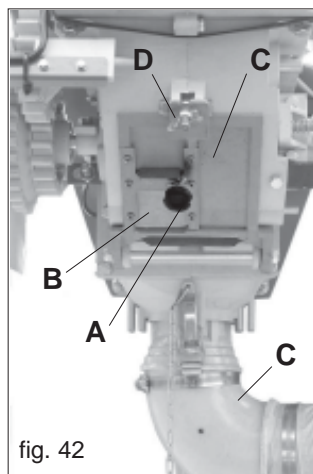
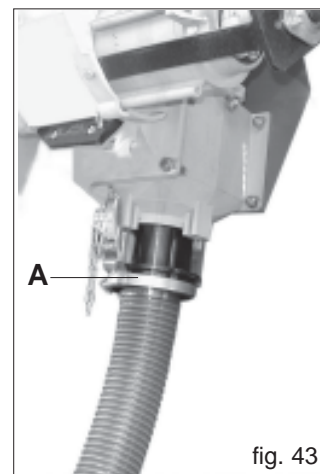

fig. 42
fig. 43
- a) placer un sac ou un bac sous la porte de déchargement de l'appareil doseur. Puis, dévisser la poignée (A Fig. 42) pour décharger le contenu de la trémie par le portillon (B). Enfin, ouvrir la porte de déchargement (C Fig. 42) en dévissant l'écrou à ailettes (D Fig. 42) pour vider le contenu restant à l'intérieur du doseur;
- b) Retirer le coude (C Fig. 42) placé sous le canal de l'injecteur, raccorder à la même place le tube de récolte fourni en dotation (A Fig. 43) et à l'autre extrémité du tube, placer un bac de récolte. Puis, tourner la roue de transmission dans le sens de la marche à l'aide de la manivelle.